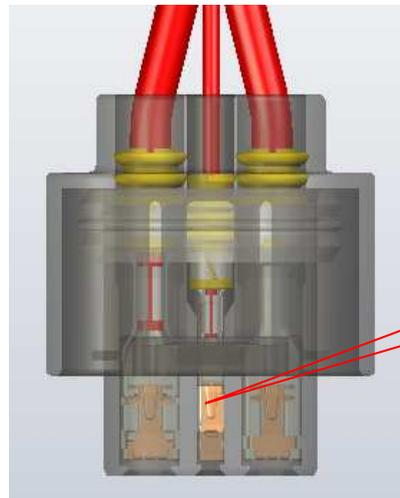

Fig.10
- INSERT THE CONTACT IN THE CAVITY UNTIL THE LOCKING LANCE OF THE CONTACT SNAPS IN THE LOCK WINDOW AS SHOWN IN FIG.10. INSPECT WITH SOFT PULL ON THE WIRE CONTACT LOCK POSITION. 2nd LOCKING IS NOT AVAILABLE.
- Kontakt in die Kammer einschieben bis die Rastfeder im Rastfenster verrastet wie in Fig.10 dargestellt. Mit leichtem Ziehen am Kabel die Kontaktposition prüfen. 2te Kontaktsicherung ist nicht vorhanden.